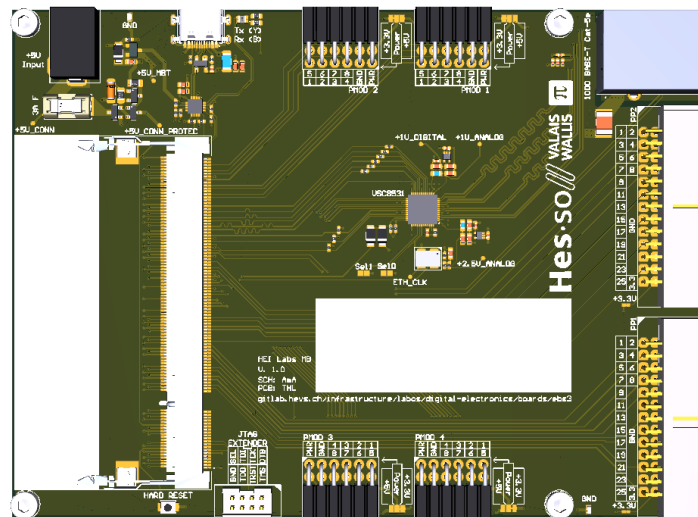

FIGURE 4 – Carte électronique **FPGA**
- Une carte de développement **FPGA**, voir figure 4